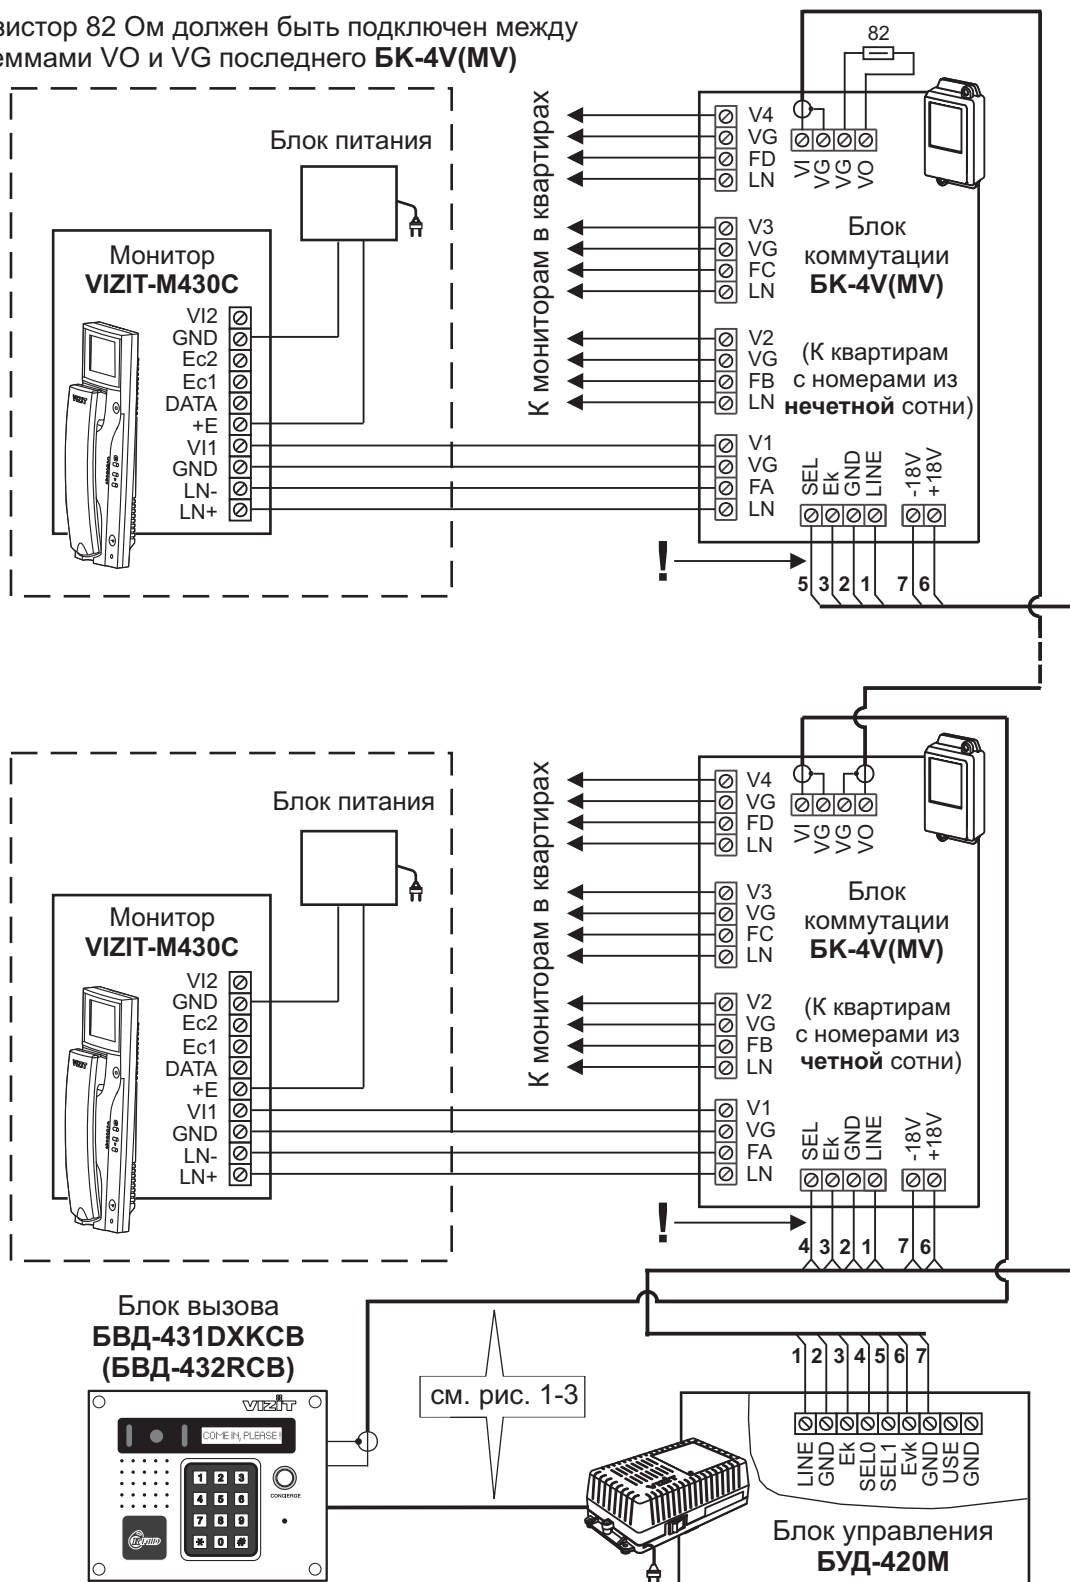

Рисунок 4 - Схема соединений блока управления БУД-420М с монитором VIZIT-M430C и блоком коммутации БК-4V(MV) в составе 200 квартирного видеодомофона
Магистральную линию видеосигнала между блоком вызова и блоками коммутации следует выполнять коаксиальным кабелем. К клеммам VO и VG последнего блока коммутации БК-4V(MV) или разветвителя видеосигналов РВС-4 необходимо подключить резистор 82 Ом (см. рисунок 4).